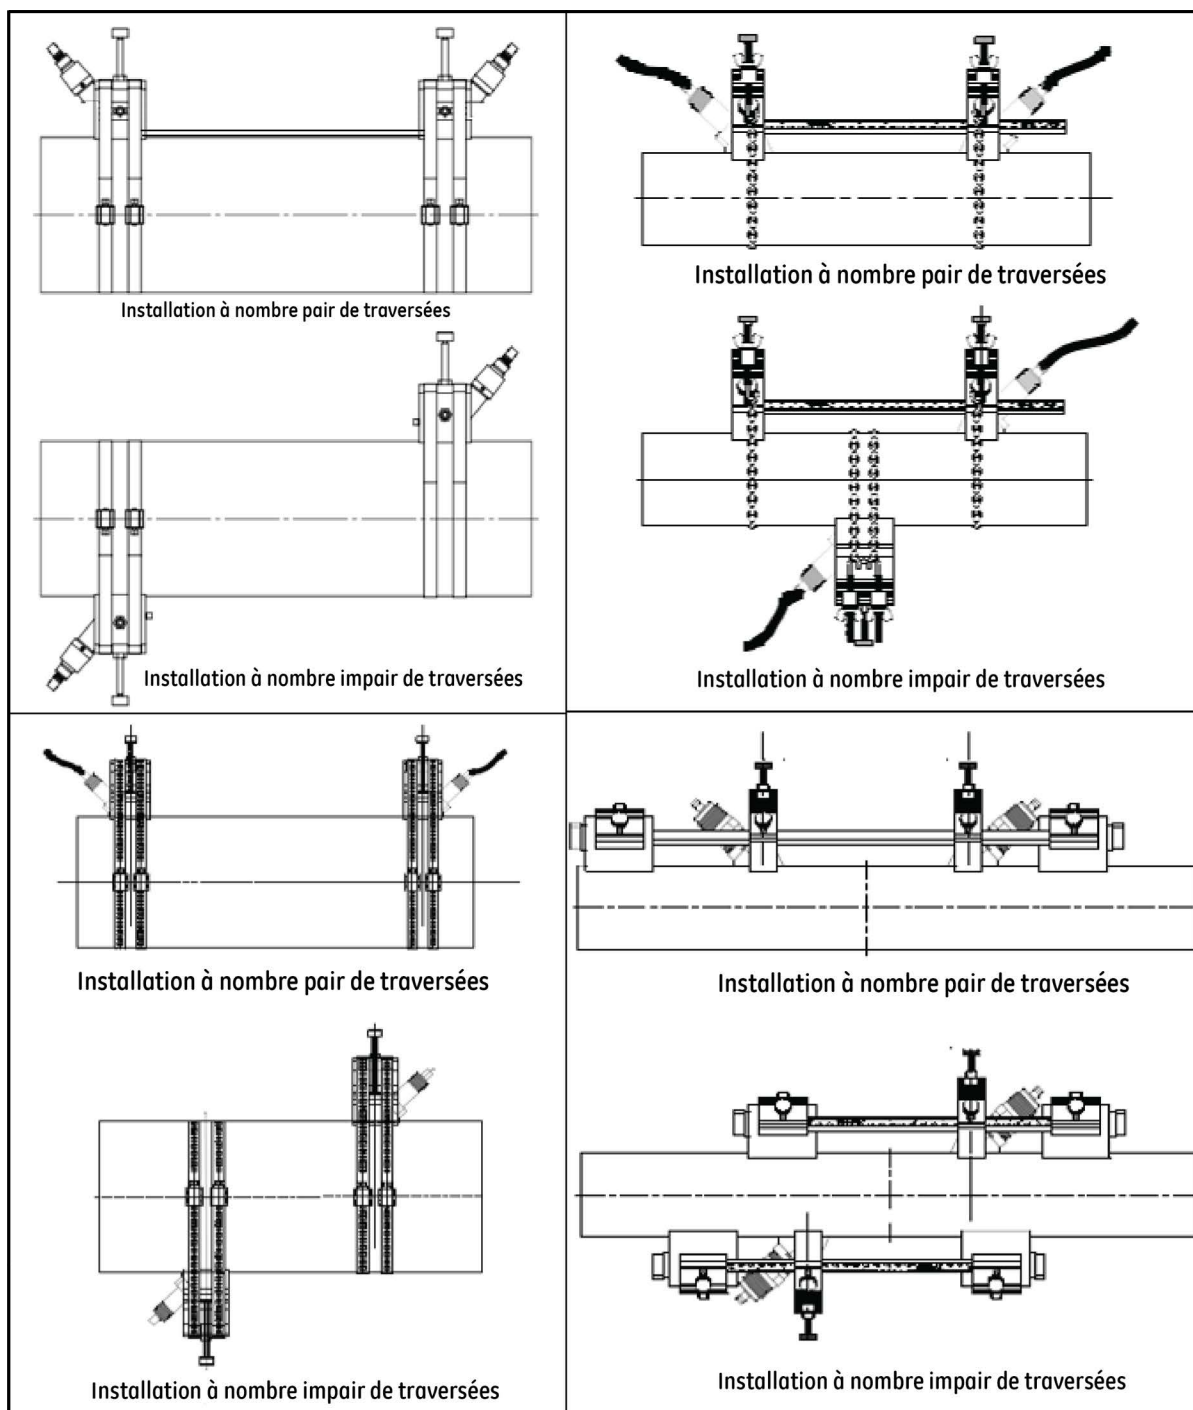

Figure 21 : Système SCF (en haut à gauche), Système UCF (en haut à droite), Système GCF (en bas à gauche), Fixation MCF (en bas à droite)
Pour toutes les fixations ci-dessus sauf le type SPCF, la dernière étape de l'installation consiste à monter les transducteurs dans la fixation. Bien que les modèles de transducteur ne soient pas tous installés de la même manière, les informations ci-après donnent des directives générales qui vous aideront. La face du transducteur doit être en contact avec la conduite car c'est l'endroit d'où est émis le signal à ultrasons. Tous les transducteurs Panametrics présentent une fossette, une dépression telle qu'elle est illustrée sur la *Figure 21*, un point de perçage ou une encoche du côté opposé à la face du prisme du transducteur, qui sert de guide pour aligner et fixer le transducteur. De plus, certains transducteurs ont des marques sur le côté pour faciliter le réglage de l'espacement entre transducteurs. La *Figure 16* ci-dessous donne un exemple de fossette et de marques sur les transducteurs.
- Répétez les étapes 1 à 4 pour monter l'autre transducteur au bloc court fixe. Reportez-vous à la Figure 21 ci-dessous pour les installations terminées types de fixations.